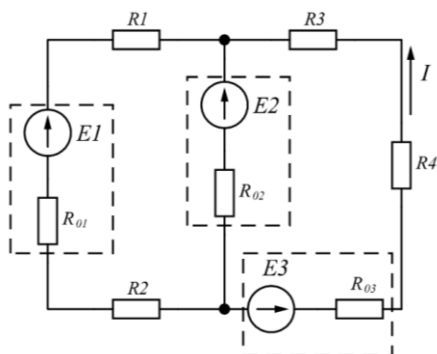

Рис. 1.1. Электрическая принципиальная схема
1.2.2. Для электрической цепи, приведенной на рис. 1.1, составить систему уравнений по законам Кирхгофа.
1.2.3. Используя метод эквивалентного генератора, определить ток I в цепи, приведенной на рис.1.1. Параметры элементов цепи: $E1 = 15 \text{ В}$, $E2 = 35 \text{ В}$, $E3 = 10 \text{ В}$, $R_{01} = 3 \text{ Ом}$, $R_{02} = 1 \text{ Ом}$, $R_{03} = 4 \text{ Ом}$, $R1 = 15 \text{ Ом}$, $R2 = 5 \text{ Ом}$, $R3 = 25 \text{ Ом}$, $R4 = 5 \text{ Ом}$.